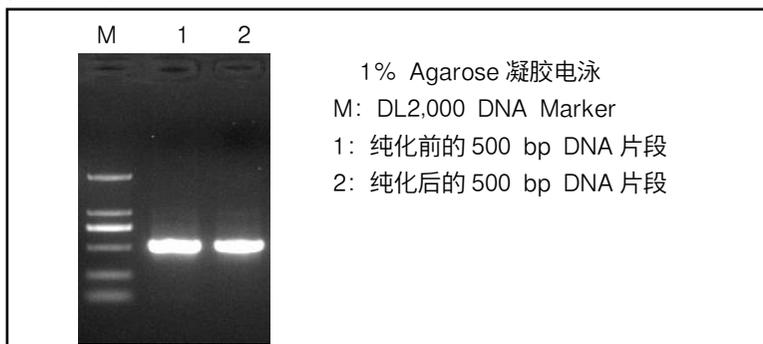

图 2. DNA 片段纯化电泳图
1. 经 PCR 反应扩增 500 bp 的 DNA 片段，使用本试剂盒纯化了此 DNA 片段，其琼脂糖凝胶电泳结果见图 2，回收率高达 90%。